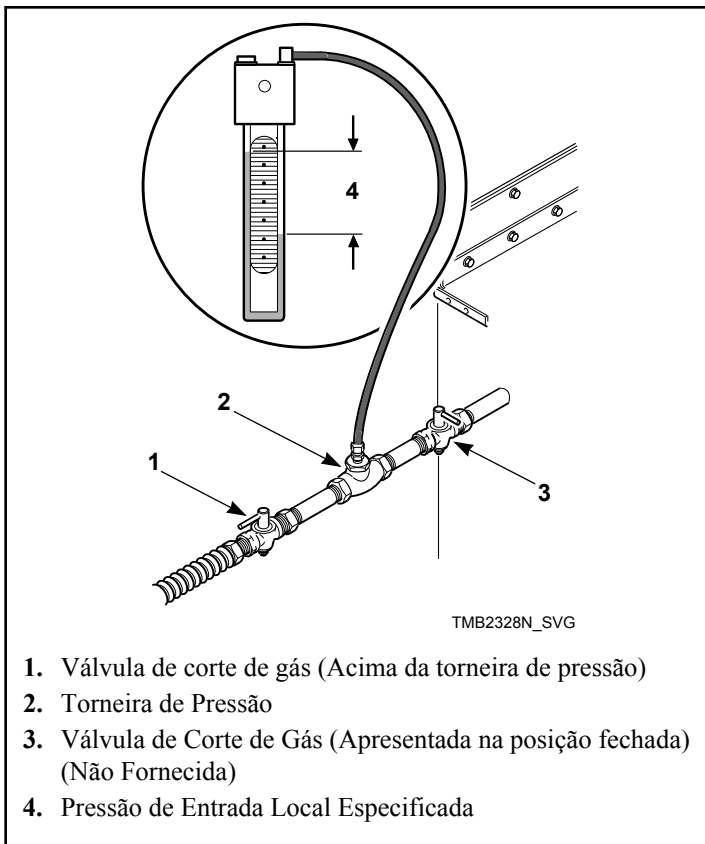

Figura 7
1. Desligue a alimentação da máquina de secar. Desligue a válvula de corte do gás da máquina de secar. Consulte a *Figura 7*.